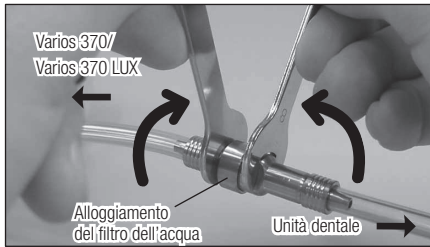

Fig.21
- 2) Utilizzare due chiavi inglesi (5x8) e ruotarle come illustrato nella Fig.21.